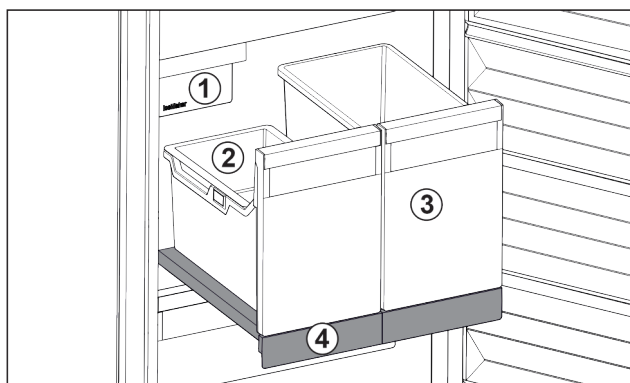

Fig. 93 Raft extractibil cu IceTower
- (1) IceMaker
- (2) Tavă suspendată pentru cuburi de gheață
- (3) Recipient de ex. pentru pizza, băuturi alcoolice
- (4) Raft extractibil
Pe raftul extractibil se află două recipiente înalte (IceTower). În recipientul din Fig. 93 (2) sunt colectate și depozitate cuburile de gheață din IceMaker. Recipientul din Fig. 93 (3) se pretează pentru depozitarea de alimente înalte cum este pizza sau băuturile alcoolice.